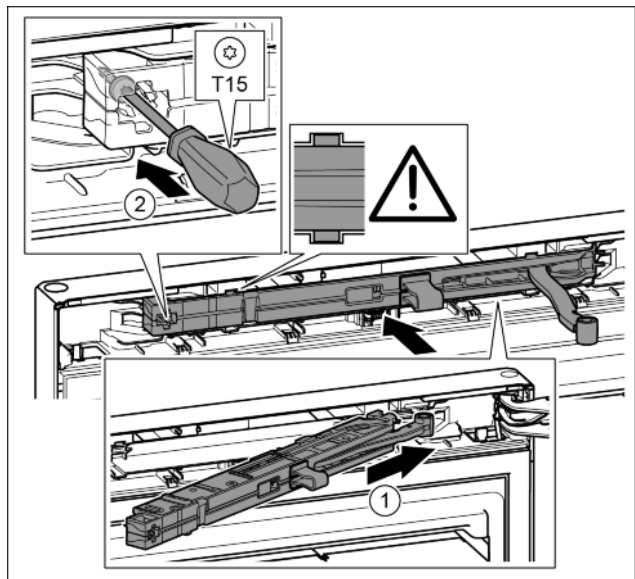

Fig. 40
- ▶ Schließdämpfereinheit auf der Lagerbockseite bis zum Anschlag schräg in die Aussparung einschieben. Fig. 40 (1)
- ▶ Schraube mit einem Schraubendreher T15 festschrauben. Fig. 40 (2)